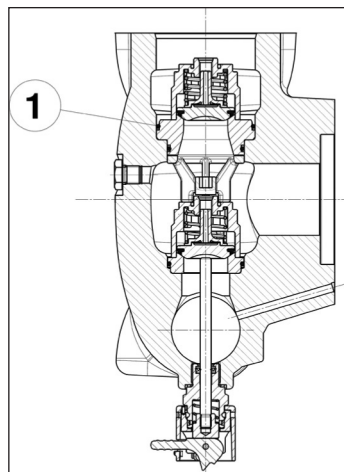

Fig. 122
Introducir con atención la junta tórica indicada en la pos. ①, Fig. 122.